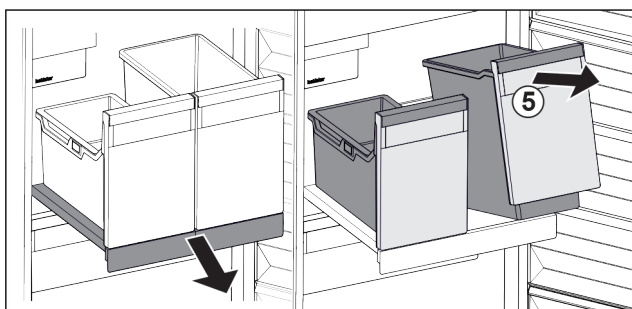

Fig. 139
- ▶ Приподнимите контейнеры Fig. 139 (5) спереди.